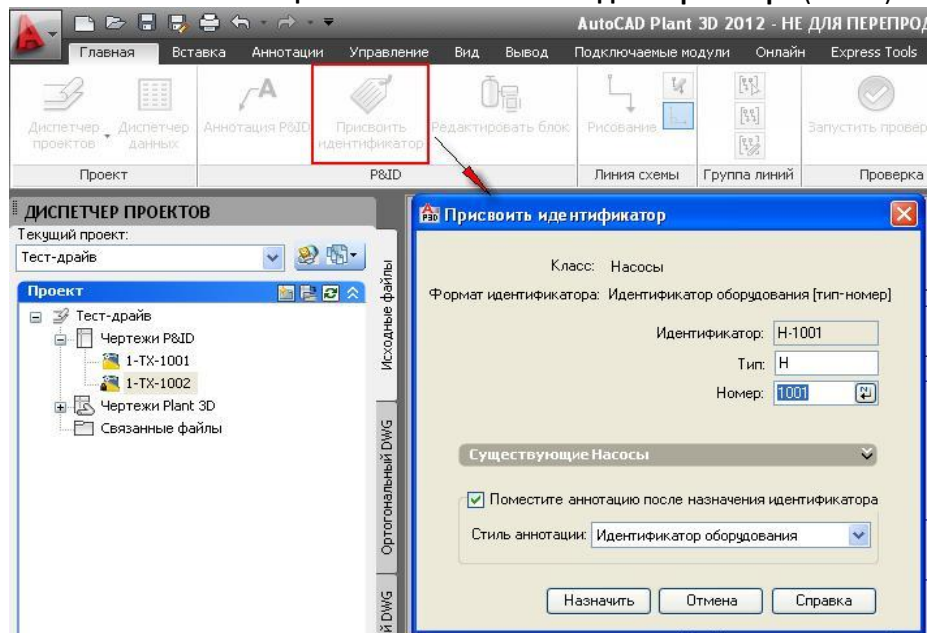

Рис. 9
- С помощью команды **Присвоить идентификатор** присвойте насосам идентификаторы H-1001 и H-1002. Для размещения идентификатора на чертеже включите галочку **Поместите аннотацию после назначения идентификатора** (Рис. 9).